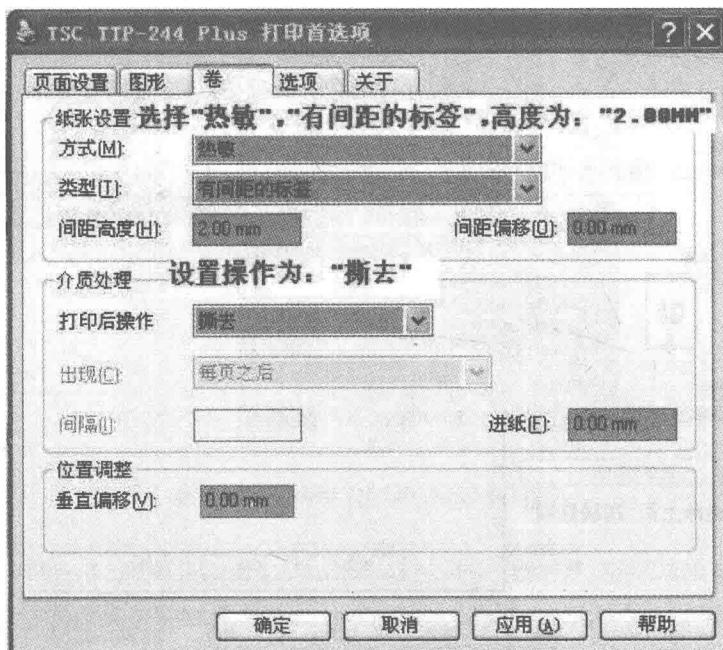

图 1-5 卷设置界面
(4) 选择“卷”设置界面,调整以下设置:方式选择“热敏”,类型选择“有间距的标签”,间距高度选择“2.00 mm”,打印后操作选择“撕去”,见图 1-5;